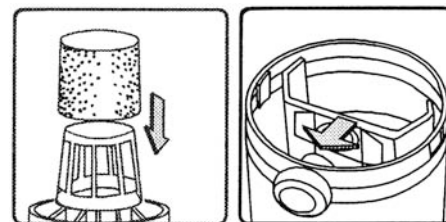

FIGURE 9
- 9) Faites partir l'aspirateur en appuyant sur l'interrupteur tel qu'illustré à la Fig.9. La position "en marche" est indiquée par le symbole international "I".